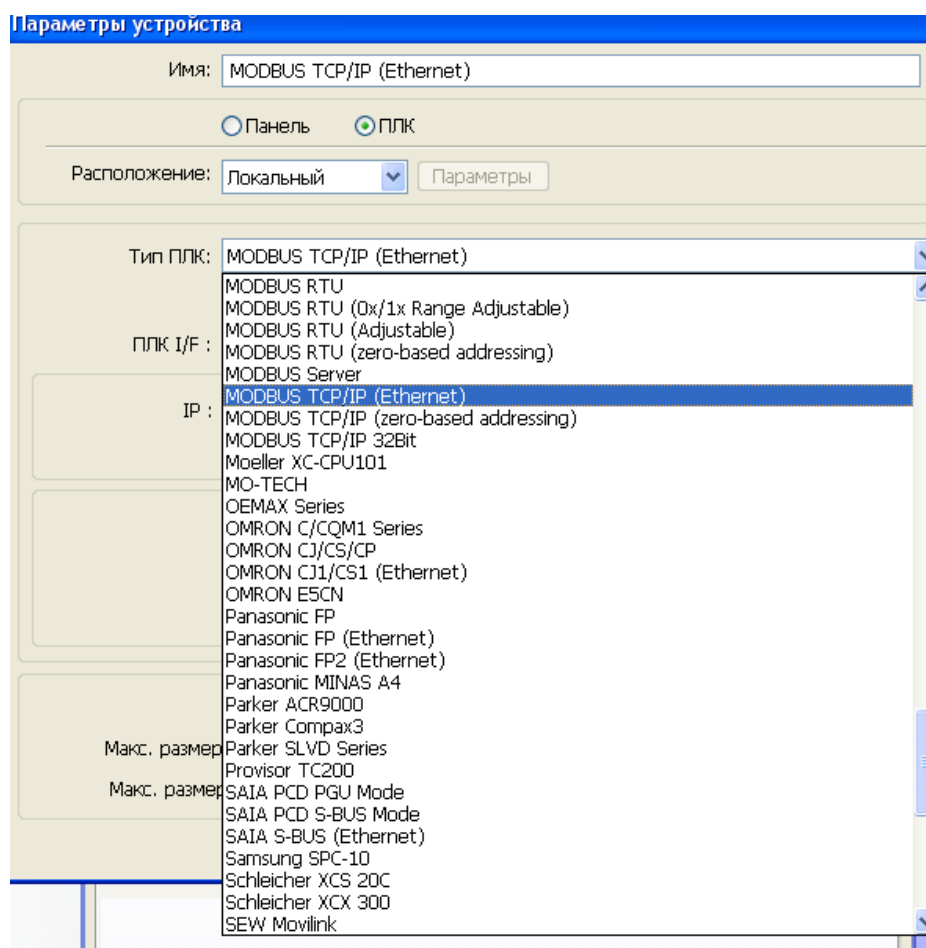

Рис. 9. Выбор коммуникационного протокола Modbus TCP /IP
- **Тип ПЛК**. Выбор протокола обмена или типа устройства. Панели Weintek поддерживают большое количество коммуникационных протоколов и могут работать с разным оборудованием [3]. Раскрыть спускающийся список и выбрать строку **Modbus TCP/IP (Ethernet)**, как показано на рис. 9.